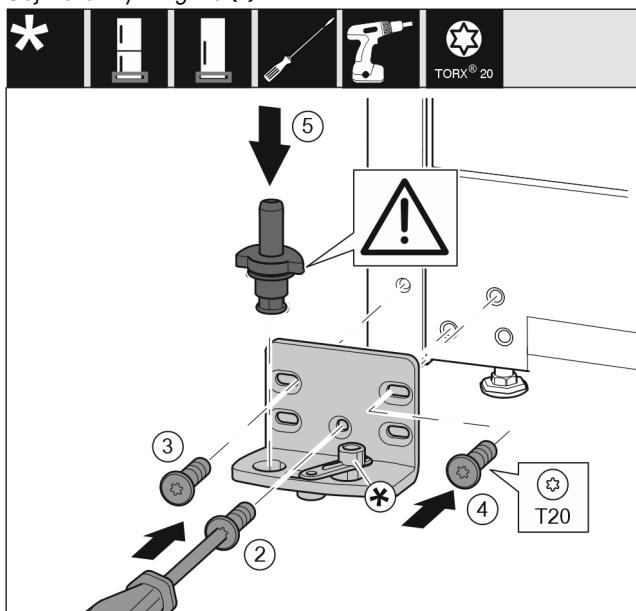

Fig. 17
- Nasadte stojan ložiska na druhé straně a přišroubujte pomocí šroubováku T20. Začněte šroubem 2 dole uprostřed. Fig. 17 (2)
- Pevně utáhněte šrouby 3 a 4. Fig. 17 (3,4)
- Zcela vložte ložiskový čep. Přitom dávejte pozor, aby zajišťovací vačka směřovala dozadu. Fig. 17 (5)